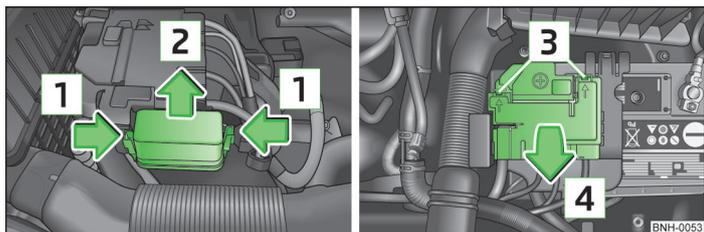

Fig. 124 Batterie du véhicule : Cache de la boîte à fusibles (variante 1)
- Comprimer les touches de verrouillage du cache simultanément dans le sens de la flèche **1** » fig. 124.